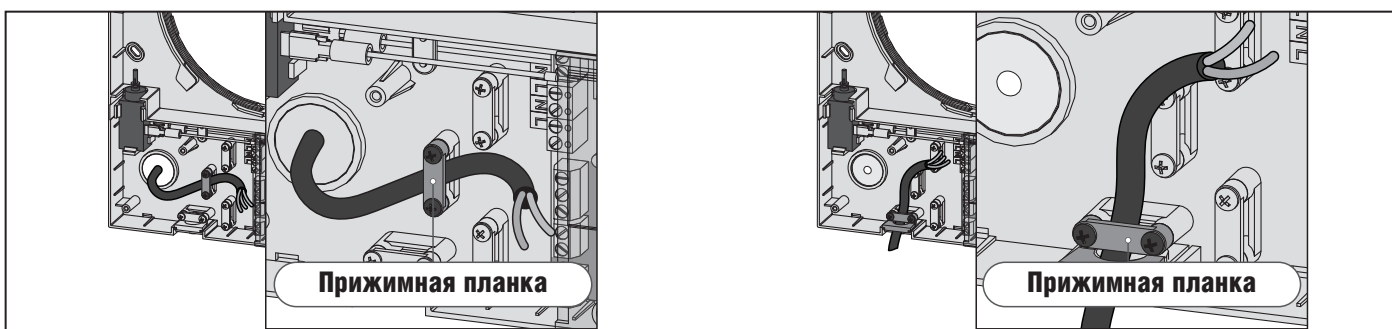

Рис. 10.
6. Заведите кабель питания (см. рис. 10) и выполните подключение проветривателя согласно схеме внешних подключений (см. рис. 16).